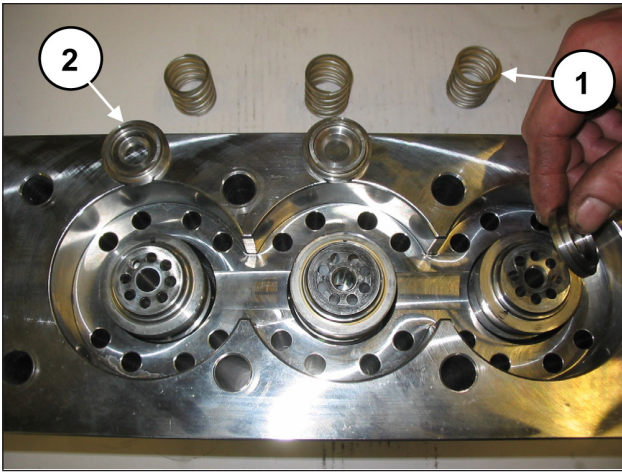

Fig. 114
Durant le démontage des chemises, ne pas perdre les ressorts de soupape ni les soupapes plates (rep. ① et ②, Fig. 114) car elles pourraient tomber du fait qu'elles sont juste posées sur le fond.